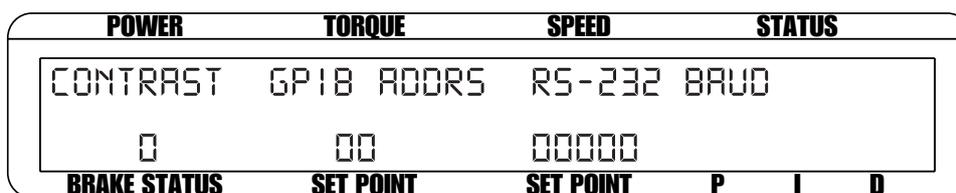

Figure 8-2 Affichage du menu de configuration des communications
2. Appuyer sur la touche COM SETUP. L'affichage se présente tel qu'il est illustré à la figure 8-2.